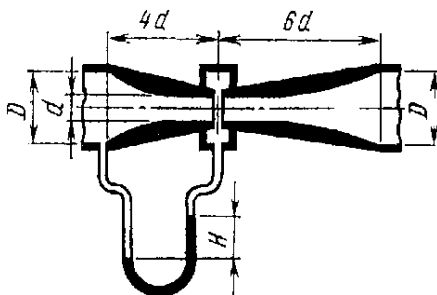

Рис. 6.5
6.16. Расход пресной воды плотностью $\rho_v = 1000 \text{ кг/м}^3$ в трубопроводе измеряется при помощи расходомера Вентури (рис. 6.5). Определить расход воды Q , если показание присоединенного к нему ртутного дифманометра $H = 0,5 \text{ м}$, а диаметры широкой и суженной частей расходомера $D = 0,1 \text{ м}$ и $d = 0,06 \text{ м}$. Плотность ртути $\rho_{рт} = 13550 \text{ кг/м}^3$.